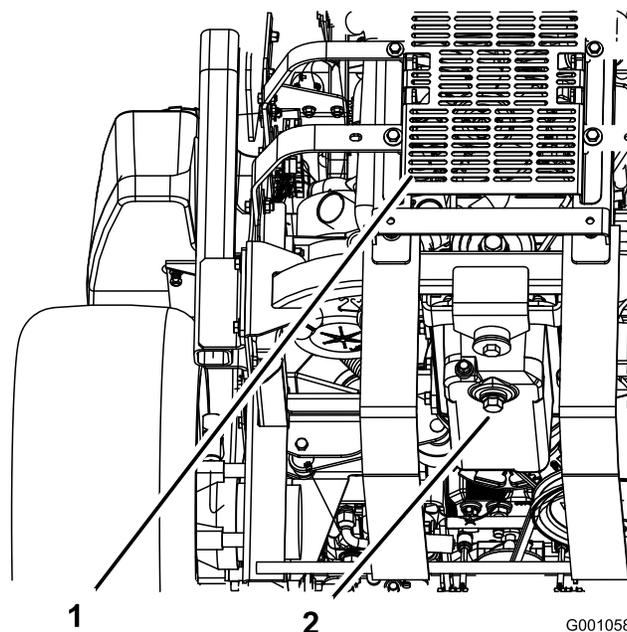

Figure 34
5. Placez un bac de vidange sous l'orifice de vidange. Retirez le bouchon de vidange et laissez s'écouler toute l'huile (Figure 34).